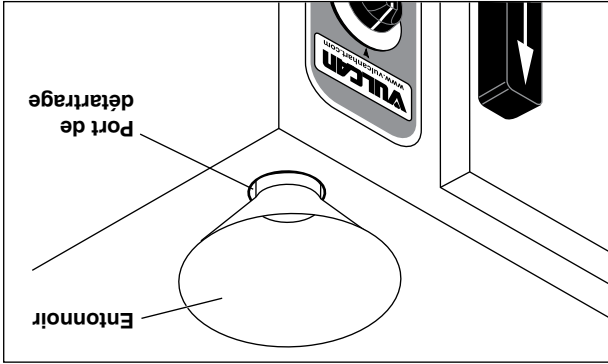

Figure 4
4. Retirez le capuchon de l'orifice de détarrage au-dessus de l'appareil et insérez-y l'entonnoir (Figure 4).